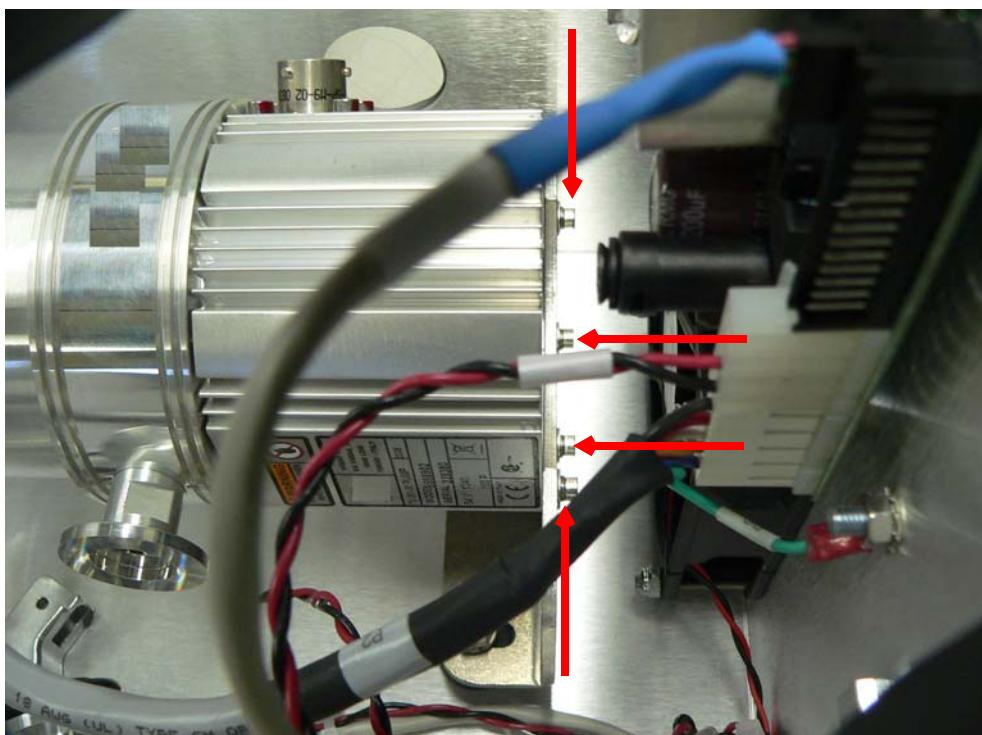

图 B-8 泵至安装总成
9. 使用 M2.5 扳手卸下四 (4) 颗将泵固定于安装总成的螺母（图 B-8）。
11. 使用 M2.5 扳手重新装上四 (4) 颗将泵固定于安装总成的螺母 (第 B-6 “页图 B-8”)。